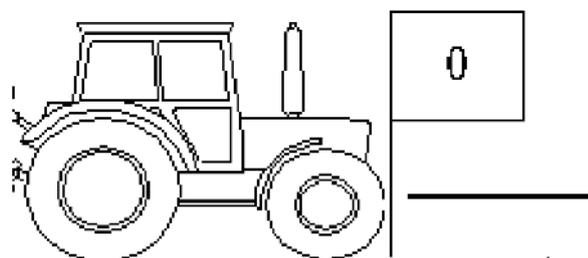

Рис. 29
- Отмерьте на поле контрольный участок (точно 100 м). Обозначьте начальную и конечную точку контрольного участка (Рис. 29).